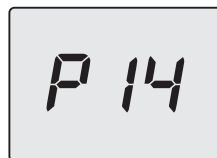

Figura 5.35
- Premere per 1 sec. il tasto 14 (Figura 5.31) per entrare nel parametro selezionato. Il display visualizzerà quanto segue (Figura 5.35).